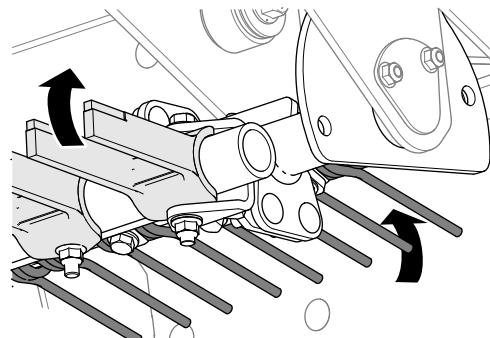

Figure 15
- 5. Faites tourner le bras de l'outil polyvalent et choisissez un jeu de dents (Figure 15).